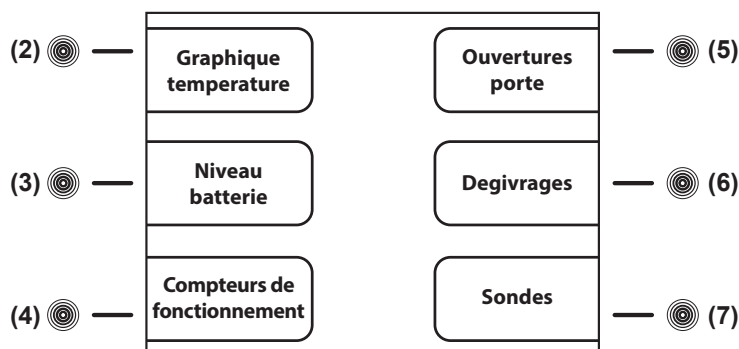

Fig.13
Le Menu Données se présente comme suit (Fig.13) :
8.3.2.1 Graphique de température (touche (2) Fig.13)
- appuyant la **touche (2)Y+** et la **touche (4)Y-**, la plage de température se déplace le long de l'axe vertical des ordonnées, pour garantir un contrôle de la température du graphique plus important
- appuyant la **touche (5)X+** et la **touche (7)X-**, la période d'affichage du graphique en minutes (max 600) et ensuite en heures (max 46) se déplacent sur l'axe horizontal des abscisses
- appuyant la **touche (3)IN** et la **touche (6)OUT** on peut effectuer un zoom avant et un zoom arrière sur le graphique pour une consultation plus détaillée
- appuyer la touche **ESC (11)** pour revenir au menu précédent ou la touche **HOME (10)** pour revenir au menu principal
8.3.2.2 Niveau Batterie (touche (3) Fig.13)
- à partir du menu données appuyer la **touche (3)** pour afficher le NIVEAU BATTERIE
8.3.2.3 Compteurs de fonctionnement (touche (4) Fig.13)
8.3.2.4 Ouvertures porte (touche (5) Fig.13)
- à partir du menu données appuyer la **touche (5)** pour afficher les OUVERTURES PORTE
- appuyer la **touche (5)↑** et la **touche (7)↓** pour défiler les rapports quotidiens en mémoire
8.3.2.5 Dégivrages (touche (6) Fig.13)
- a partir du menu données appuyer la **touche (6)** pour afficher les DEGIVRAGES
- appuyer la **touche (5)↑** et la touche **touche (7)↓**, pour défiler les rapports de chaque dégivrage en mémoire
- appuyer la **touche ESC (11)** pour revenir au menu précédent ou la touche **HOME (10)** pour revenir au menu principal
8.3.2.6 Sondes (touche (7) Fig.13)